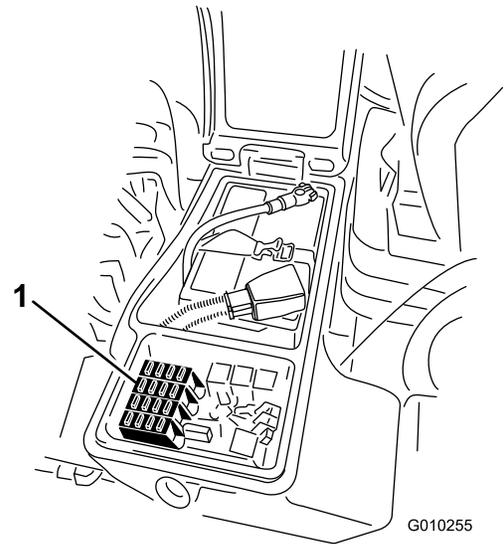
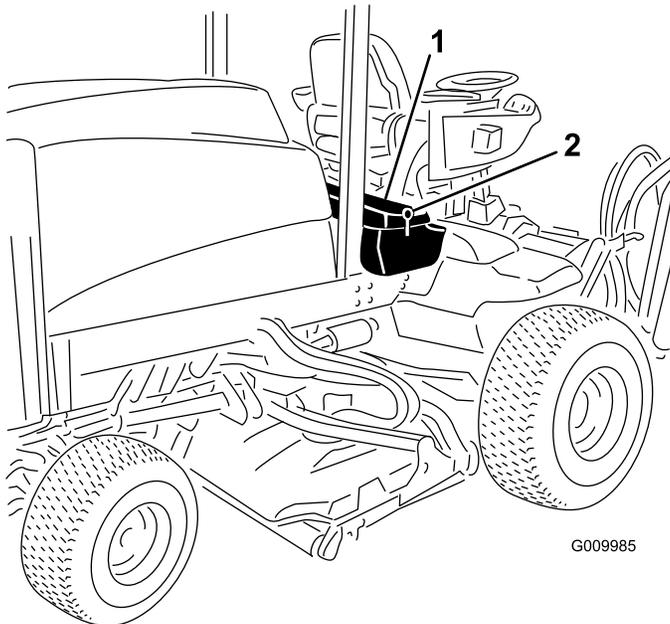

Figura 62
Figura 61
1. Allentate il fermo del coperchio del vano portaoggetti di destra e sollevate il coperchio (Figura 61).
3. Chiudete il coperchio del vano portaoggetti di destra e fissatelo con il dispositivo di chiusura (Figura 61).
1. Allentate il fermo del coperchio del vano portaoggetti di destra e sollevate il coperchio (Figura 61) per esporre il portafusibili (Figura 62).
2. Sostituite il fusibile aperto (o fusibili aperti) come opportuno (Figura 62).